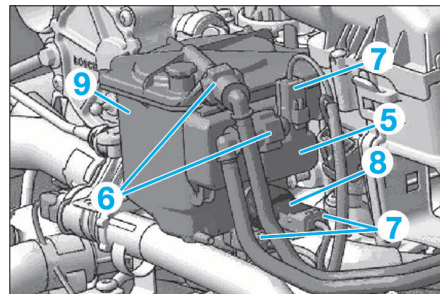

FIG. 68
- Déclipper les tuyaux (6) et (7) (Fig.68).